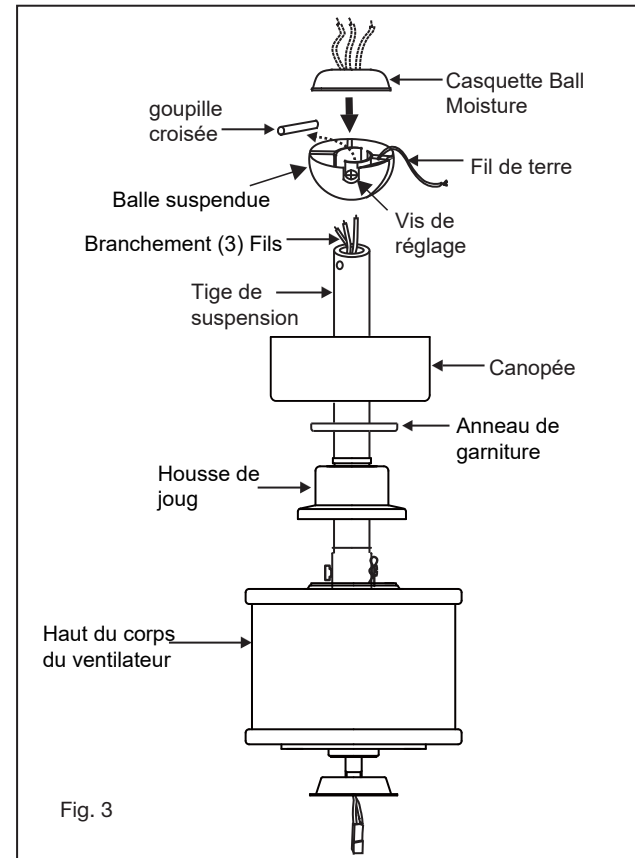

Fig. 3
- 6 Glissez le couvercle de l'étrier, l'anneau de garniture et la verrière sur la tige de suspension. (Fig.3)
- 8 Faites passer les fils dans les trous du capuchon d'humidité de la bille en caoutchouc et faites glisser le capuchon vers le bas sur le dessus de la bille. (Fig.3)
Un flux d'air VERS LE BAS crée un effet de refroidissement comme illustré à la figure 3. Cela vous permet de régler votre climatiseur sur un réglage plus chaud sans affecter votre confort.